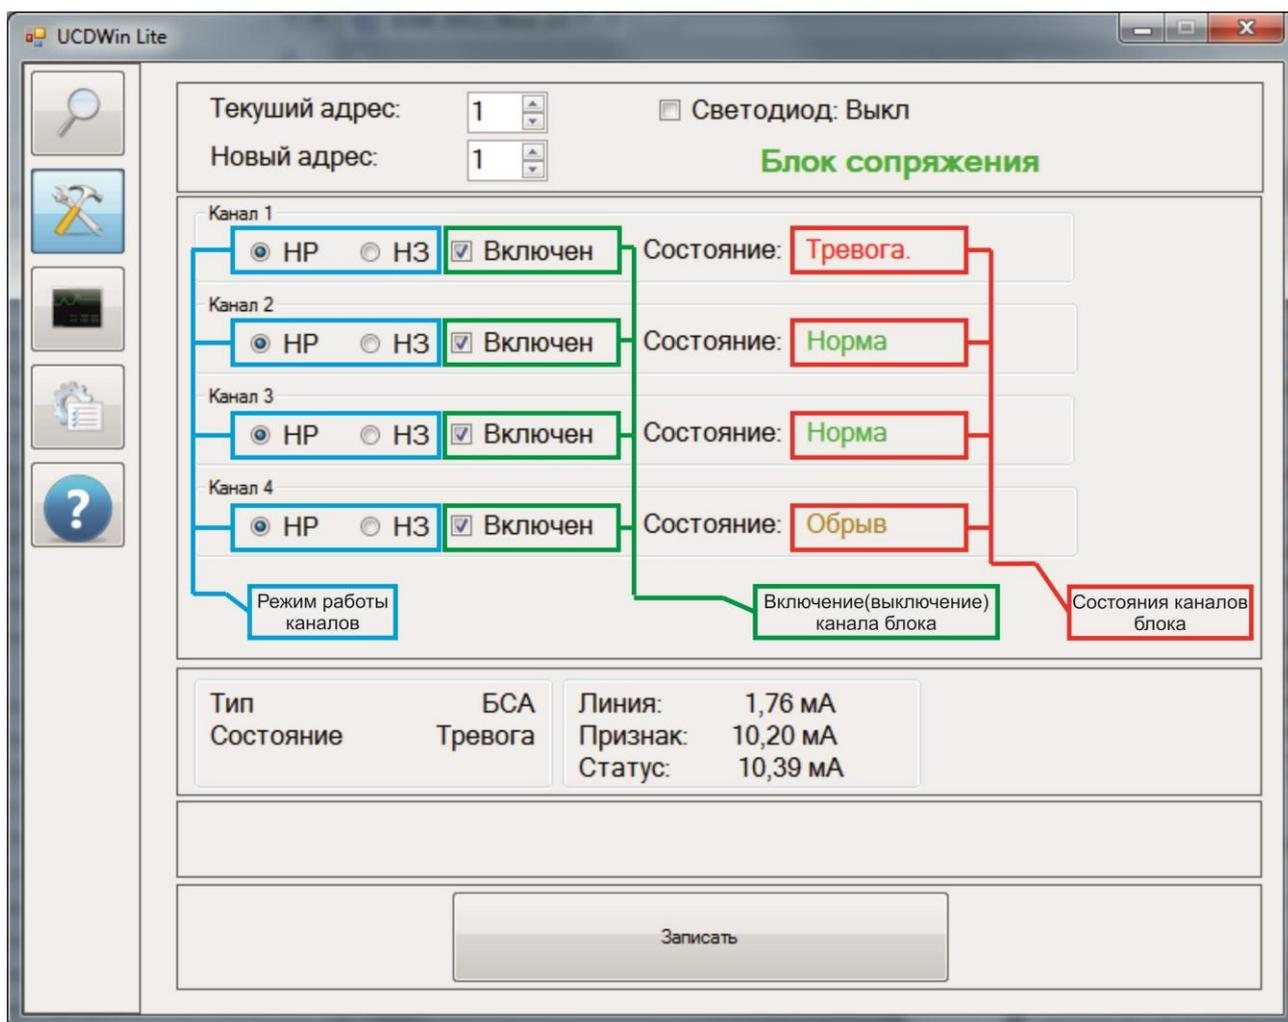

Рис.8. Диалоговое окно изменения параметров блока БСА
6.2.3 Для блоков БСА существует возможность включить или отключить любой из двух подшлейфов и изменить тип его контакта на нормально замкнутые (НЗ) или нормально разомкнутые (НР), а также изменить режим работы импульсный/обычный (Рис. 8).